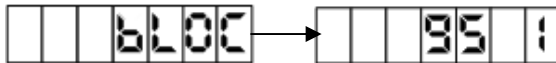

Рисунок 23
- последовательно выбрать П-4-1 – на табло последовательно появится индикация (рисунок 23): "bLOC", код топлива емкости и порядковый номер емкости;